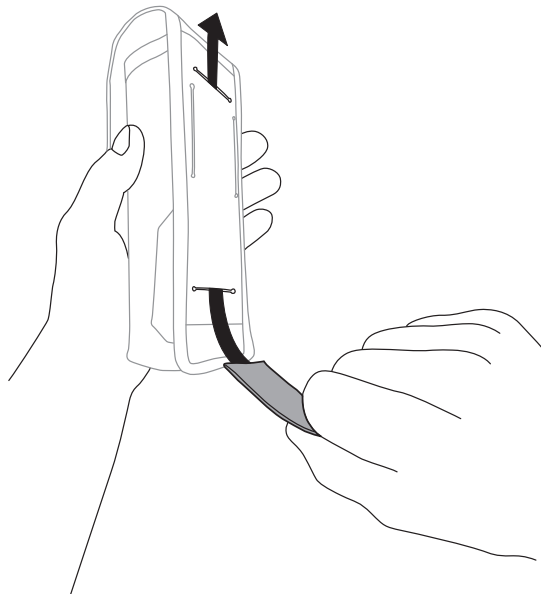

Fig. 31i
- ix. Si la luz de servicio se va a utilizar con un sistema de suministrado de aire por línea (**NO** con una unidad PAPR 3M™ Adflo™) a un estuche de batería para sostener la batería de ion-litio 3M™ Adflo™, deberá estar sujeta a la correa del usuario. Pasa la correa a través del estuche de la batería de forma horizontal o vertical. Si está orientado verticalmente, asegúrate de que el estuche se abra hacia arriba (Fig. 31i o 31j).